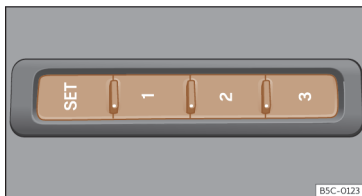

Fig. 110 No lado exterior do banco do condutor: botões de memória.
- Pressione o botão **SET** durante mais de 1 segundo»» **Fig. 110**.